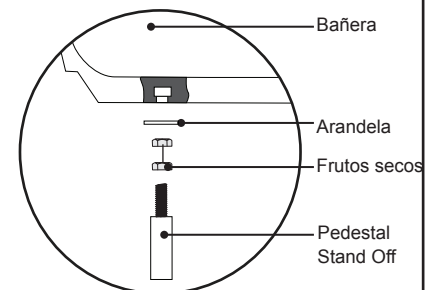

Figura 25. Pedestal Adjunto pierna
- 1 Coloque los cuatro (4) patas del pedestal al fondo de la bañera (Figura 25).